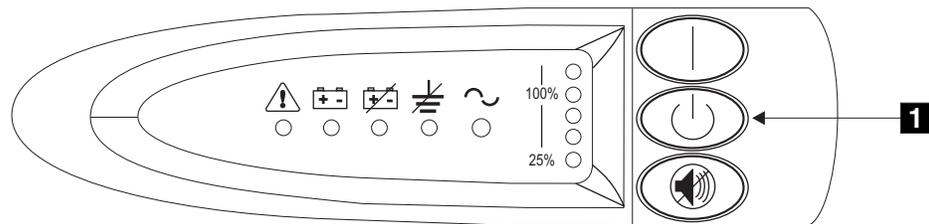

図 108. 無停電電源装置のフロント・パネル・アセンブリー
1. 無停電電源装置の前部のオフ・ボタン **1** を、約 5 秒間または長いピープ音が停止するまで押し続けます。図 108 を参照してください。